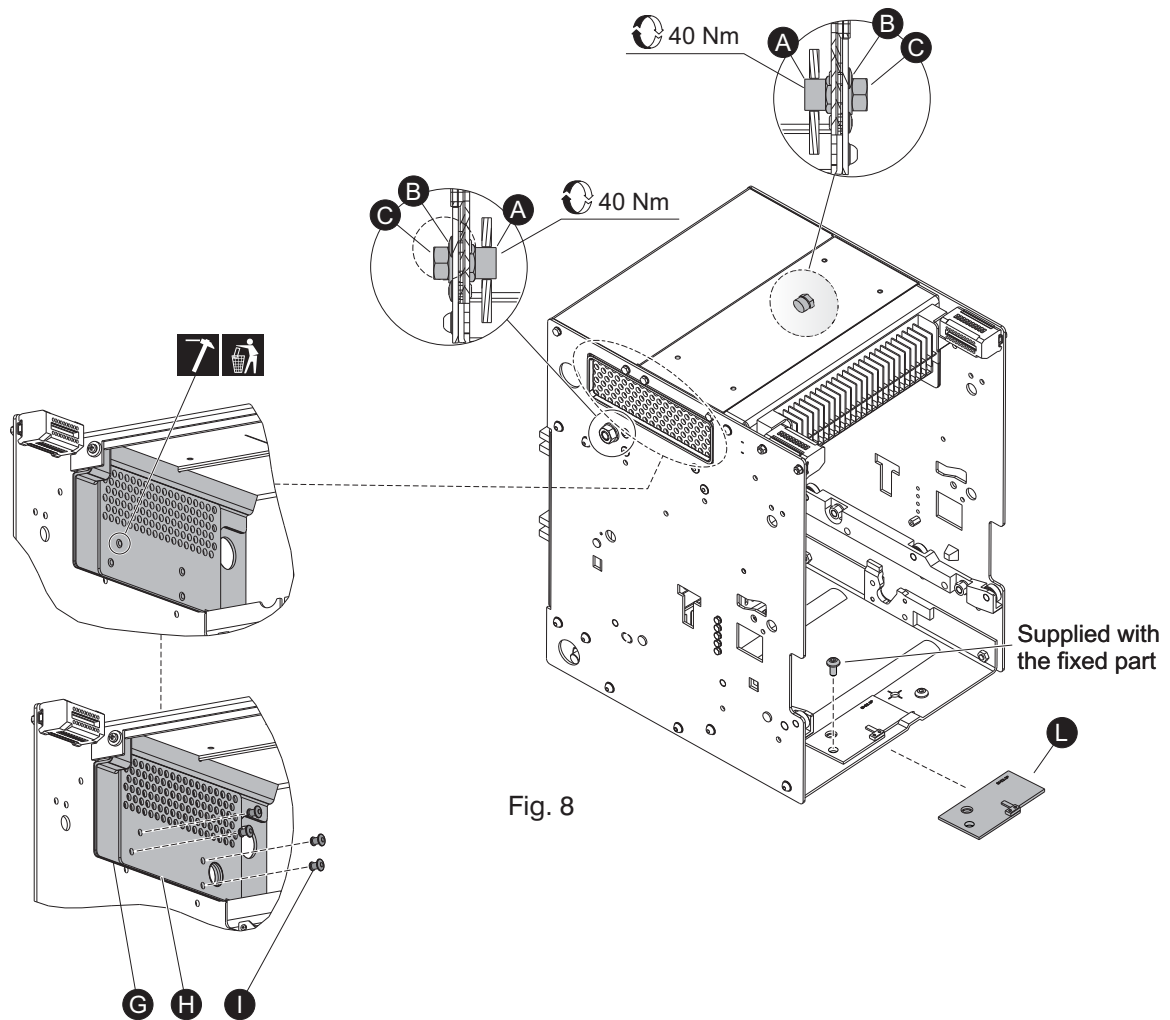

Fig. 8
- Replace the components (G-H-I) and fit the pins (A) and the fail-safe (L) as shown in the figure 8
- Ersetzen Sie die Komponenten (G-H-I) und Setzen Sie die Stifte (A) und die Fail-safe (L) ein der Abbildung 8 angegeben
- Remplacez les composants (G-H-I) et monter les pivot (A) et fail-safe (L) comme indiqué dans la figure 8